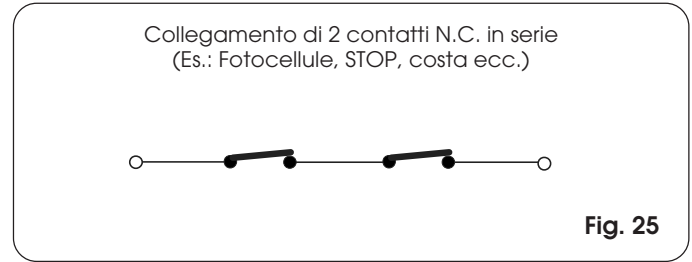

Fig. 25
N.B.: se due dispositivi con contatto N.C. hanno la stessa funzione vanno collegati in serie tra di loro (Fig. 25).